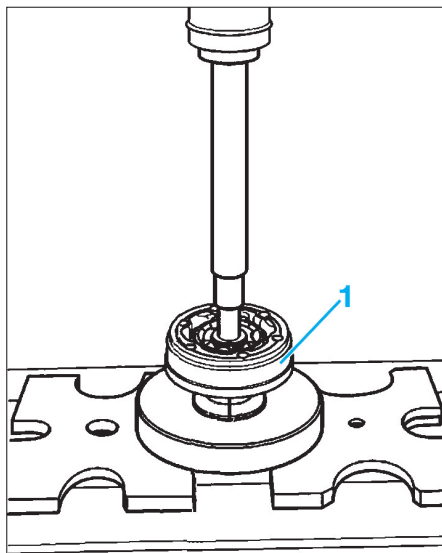

Fig. 8
- Extraire le joint côté boîte de vitesses (1) à l'aide d'une presse (Fig.8).